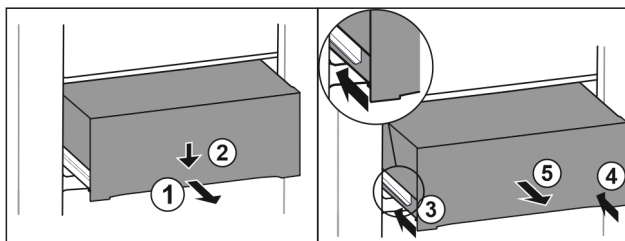

Fig. 110
- Zásuvku napůl vytáhněte. Fig. 110 (1)
- Stlačte zásuvku na přední straně dolů. Fig. 110 (2)
- Zasuňte levou kolejničku přibližně do 2 cm. Fig. 110 (3)
- Zasuňte pravou kolejničku přibližně do 2 cm. Fig. 110 (4)
- Vyjměte zásuvku dopředu. Fig. 110 (5)